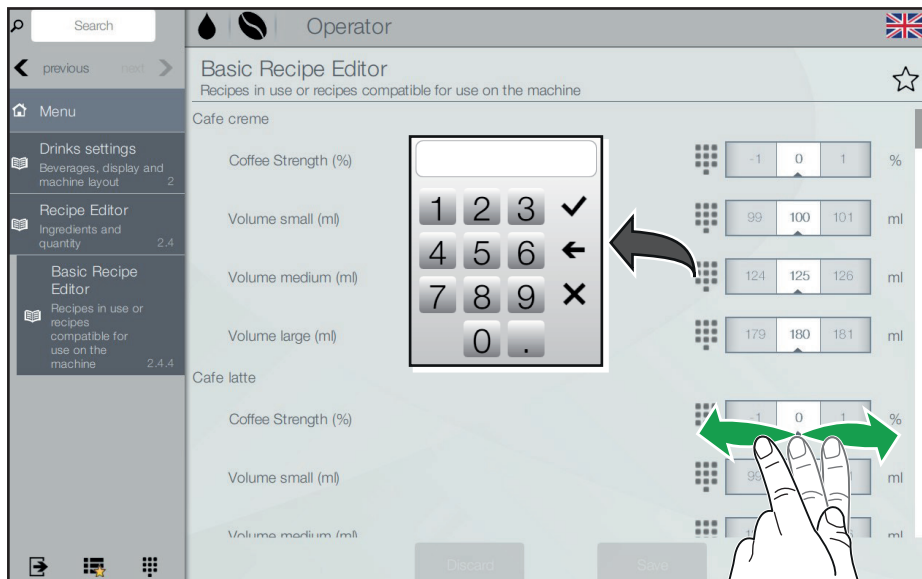

Fig. 6.9 - Modificar Recetas (Volumen / Intensidad)
- Configurar los valores requeridos a través del teclado numérico o del seleccionador de valores (fig. 6.9).